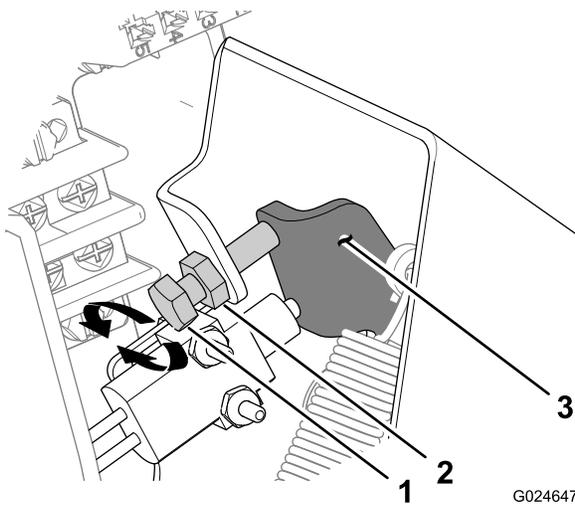

Figure 89
- A. Desserrez l'écrou de blocage qui fixe la butée de la pédale d'accélérateur (Figure 89).
- Dans le sens horaire pour augmenter la garde à la pédale (Figure 89).
- Dans le sens antihoraire pour réduire la garde à la pédale (Figure 89).
- C. Resserrez l'écrou de blocage (Figure 89).
- D. Répétez les opérations 1 à 4 pour mesurer la garde à la pédale (Figure 89).